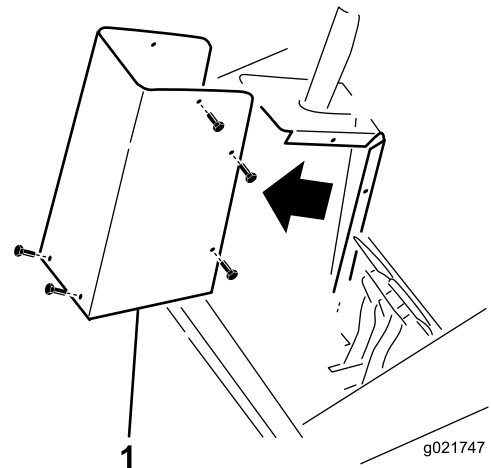

Figure 1
1. Déposez le couvercle de la tour de direction (Figure 1)